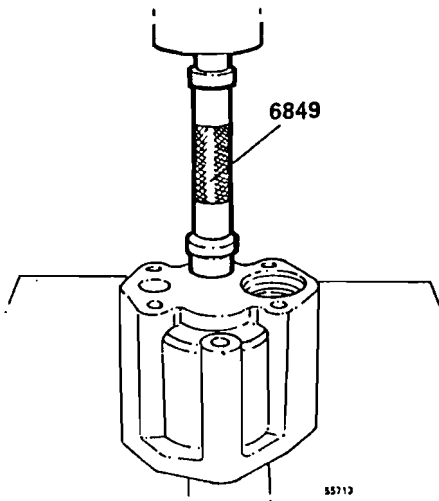

Fig. 208
- 8 Introducir nuevos casquillos en los cuerpos de bomba y consola, véase fig. 208.